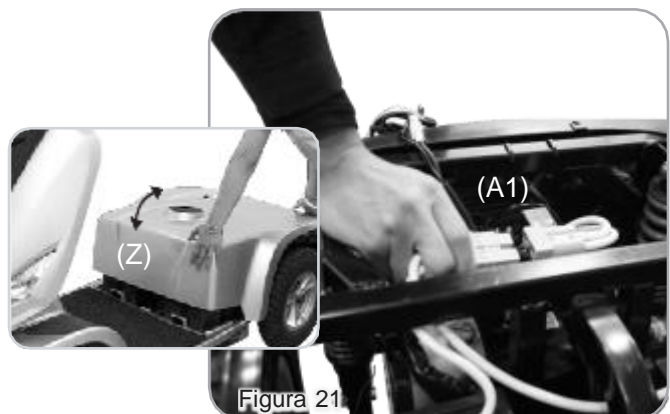

Figura 21
2. Desligue um conector da bateria (A1) (Figura 21).